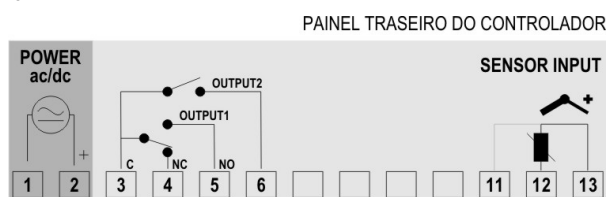

Figura 1 – Conexões elétricas
**Nota:** Na configuração standard, as 2 saídas compartilham um único terminal (os relés não são isolados entre si – ver **Figura 1**). Opcionalmente, o controlador pode ser fornecido com 2 relés SPST isolados um do outro.